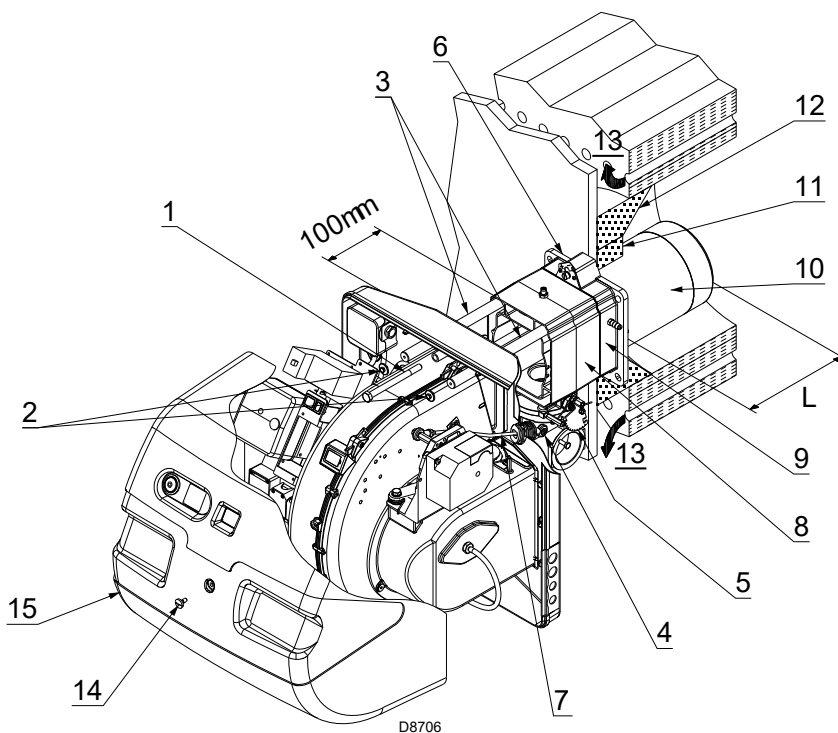

Fig. 10
Pour les chaudières avec circulation des fumées sur l'avant 13)(Fig. 10), ou avec chambre à inversion de flamme, réaliser une protection en matériau réfractaire 11)(Fig. 10), entre le réfractaire de la chaudière 12) et l'embout 10)(Fig. 10).
Séparer la tête de combustion du reste du brûleur, (Fig. 10) :
- Enlever la vis 1) et extraire la partie intérieure 2)(Fig. 10).
Fixer la bride 9)(Fig. 10) à la plaque de la chaudière en intercalant le joint isolant 6)(Fig. 10) fourni. Utiliser aussi les 4 vis fournies de série après en avoir protégé le filetage avec des produits anti-grippage.